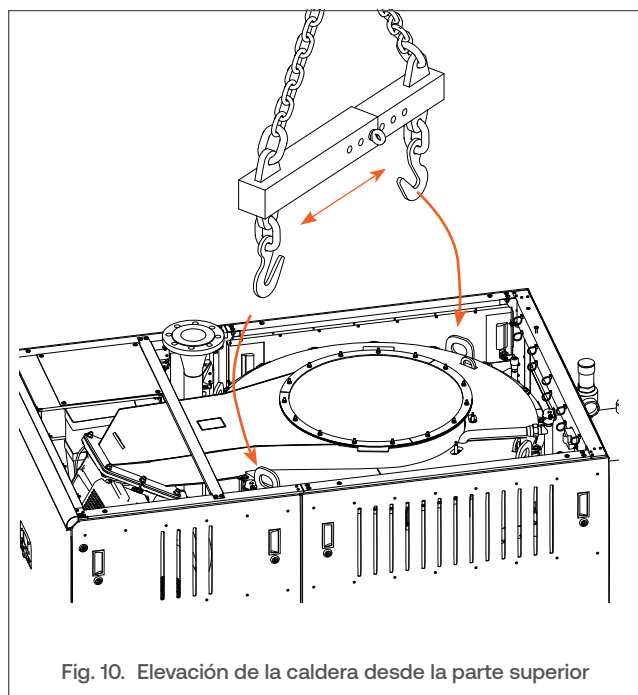

Fig. 10. Elevación de la caldera desde la parte superior
2. Suba la caldera con la barra separadora enganchada a las argollas de izado, como se ilustra en la Fig. 10 siguiente.